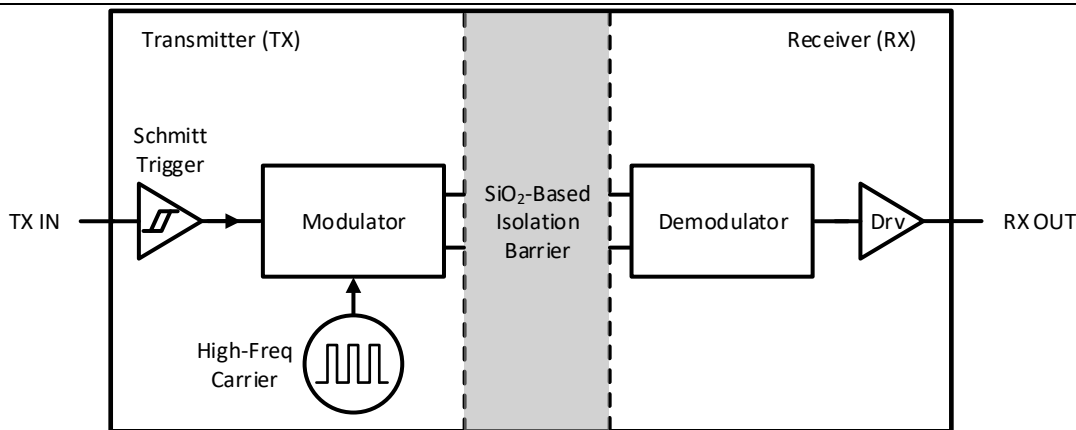
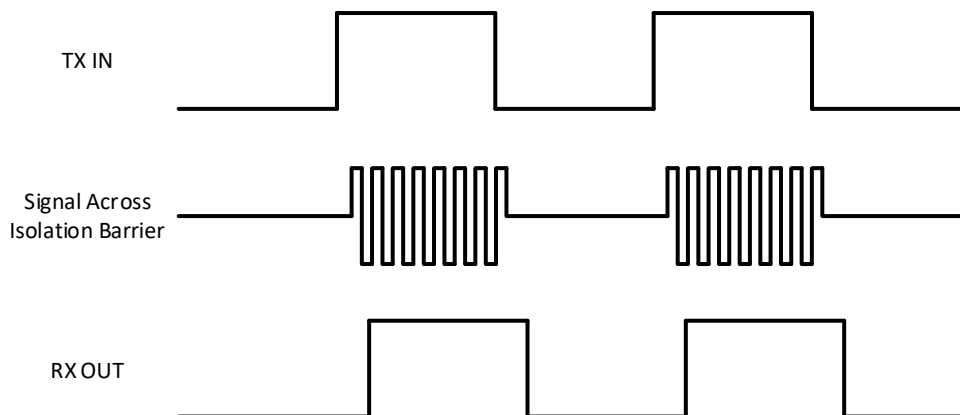

图 9-2 隔离通道的框图
图 9-3 OOK 调制方案的工作波形示意图
CA-IS1200 器件使用简单的开关键控 (OOK) 调制方案在基于二氧化硅的隔离层之间传输信号。该隔离层支持高压域之间高达 3750 V_{RMS} (CA-IS1200U) 或 5000 V_{RMS} (CA-IS1200G) 的电气隔离。隔离通道的框图如图 9-2 所示。如图 9-3 所示，当数字位流为高电平时，发射机 (TX) 通过高频载波对其进行调制，当数字位流为低电平时则不调制。接收机 (RX) 解调通过隔离层的信号并将其准确地恢复成数字位流。隔离通道采用全差分电容耦合架构，对共模瞬态噪声不敏感，因此可以最大化 CMTI 性能。该结构和相关电路同时提供低辐射和高磁场抗扰度。